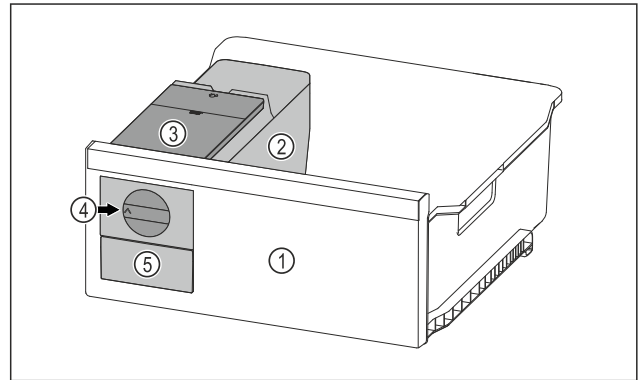

Fig. 102 Примерно изображение
- ▶ Завъртете въртящото се копче Fig. 102 (4) по часовниковата стрелка до упор.
- ▷ Ледените кубчета падат от формата за ледени кубчета в чекмеджето за ледени кубчета Fig. 102 (5).